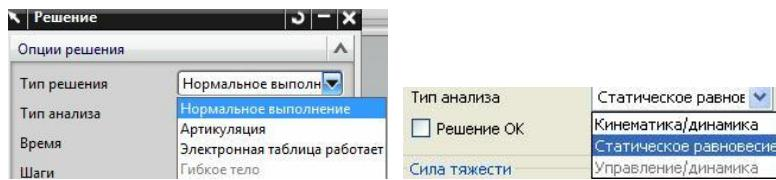

рис.2
- В окне *Тип решения* возможны разные варианты (рис.2). В данном пособии мы рассматриваем только вариант **Нормальное выполнение**. Именно этот тип решения точно анализирует все динамические процессы в проектируемом механизме. В этом случае решатель составляет систему ОДУ, и решает её численным методом. Остальные типы решения применяются для ускоренного повторения ранее выполненных решений. В одном случае мы применяем некий мультфильм, собранный из отдельных кадров (*Артикуляция*), в другом случае используем данные из Excel таблицы (*Электронная таблица работает*).